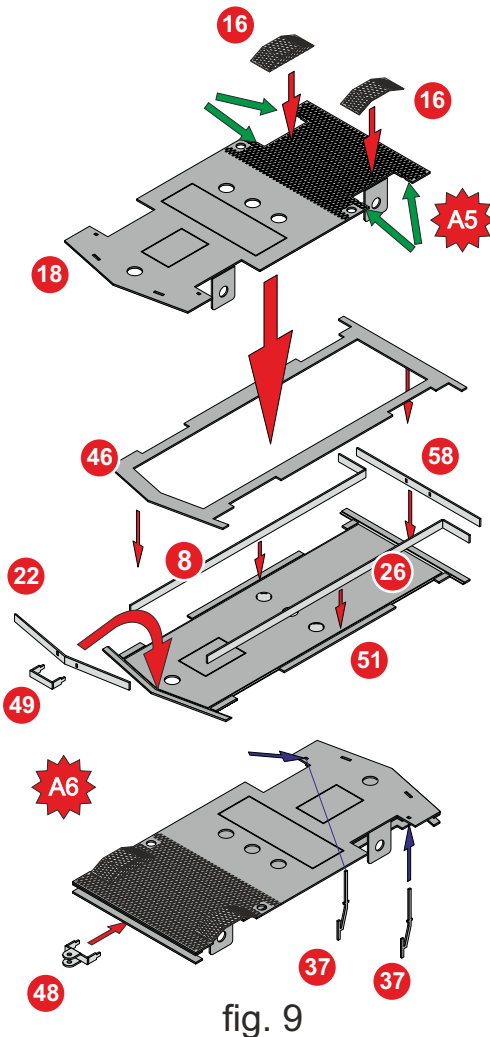

fig. 9
11) Piegarlo le parti n°8,22,26,58 al fine di ottenere un bordo da inserire nella parte n°51. Chiudere con il pezzo n°46 e bloccare il tutto con delle saldature nella parte interna. Posizionare e saldare il pezzo 49 nei due fori anteriori. Inserire quindi il gruppo appena ottenuto con il gruppo A5 come in fig. 9. Inserire infine i due cacciapietre n° 37 nei fori indicati dalle frecce blu.
12) Posizionare la barra posteriore pezzo n° 48 come mostrato in fig. 9. Il pezzo così ottenuto prende il nome A6 ed è pronto per la verniciatura di colore nero.